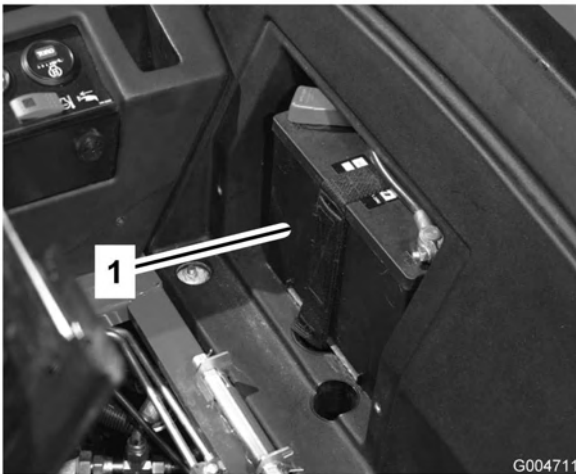

Bild 55
- Entfernen Sie die Fülldeckel von der Batterie (Bild 55) und füllen Sie jede Zelle langsam mit Säure, bis sie soeben die Platten bedeckt.